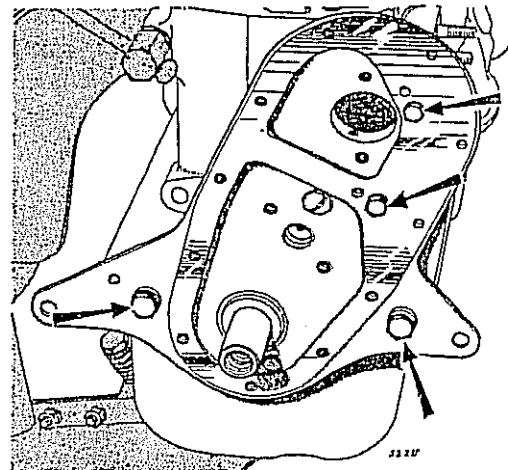

Fig. 65
- 8) Quitar los bulones de fijación de la placa de distribución (Fig. 65) retirar ésta y las dos guías de centrado.